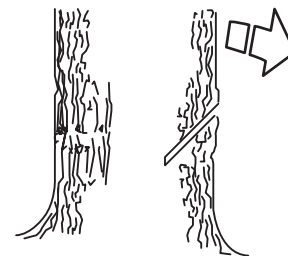

Рисунок 14 — Верхний пропил
- Чтобы сделать направляющую зарубку, необходимо вначале сделать верхний пропил. Пользуясь нижней кромкой направляющей шины (ведущей частью пильной цепи), сделайте пропил сверху вниз под углом примерно 45° и под прямым углом (см. рис. 14) к выбранному направлению падения.